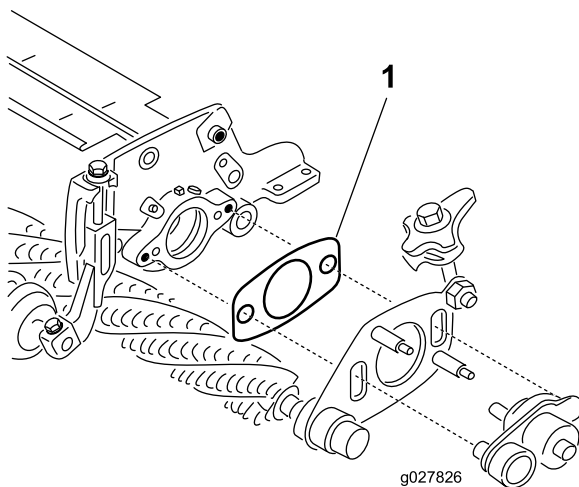

図 34
7. 駆動側グルーマピボットプレートとカッティングユニットのサイドプレートとの間にあるシム 図 34 がピボットハブに挟みつけられていないことを確認する。シムは自由に動けなければならない。